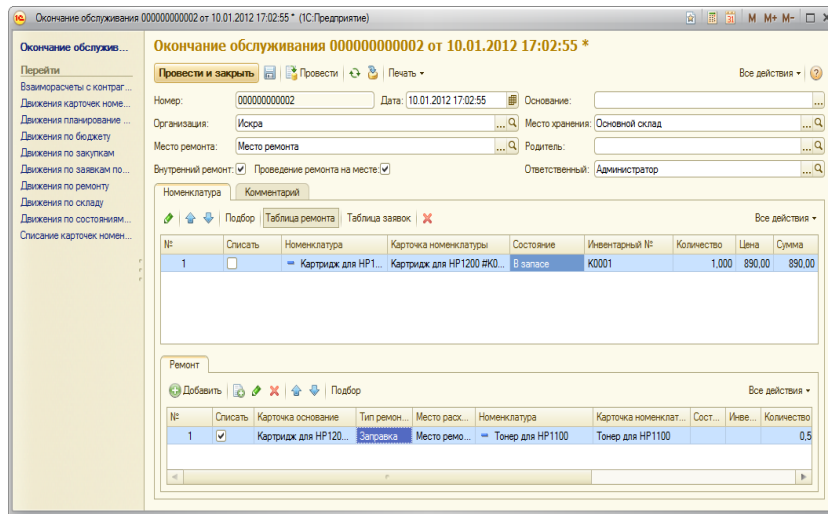

Рис. 5. Заправка и ремонт картриджа
- Ввести документ «Окончание ремонта», в котором следует выбрать картридж и установить флажки «Проведение ремонта на месте» и «Внутренний ремонт» (рис. 5);